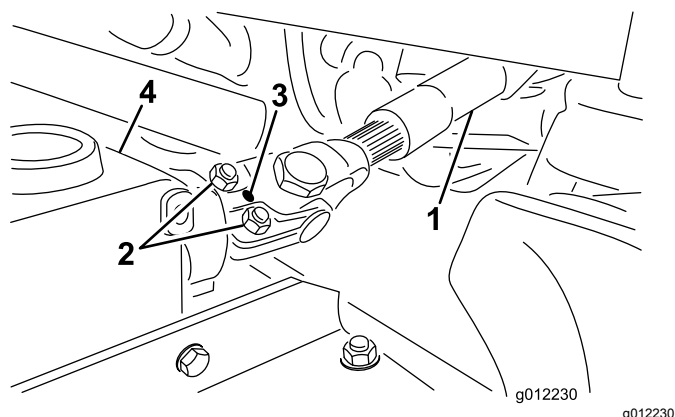

Figura 3
- A. Quite el pasador cilíndrico de la horquilla y del eje de la caja de engranajes (Figura 3).
- B. Afloje los 2 pernos y las contratuercas (Figura 3).